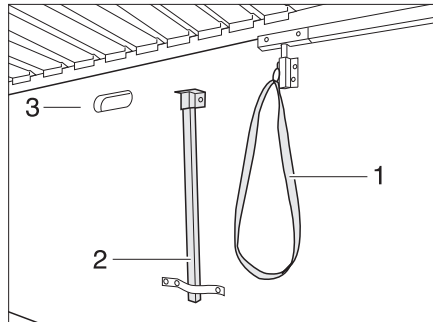

Bild 141 Stütze und Entriegelung
- Stauraumklappe öffnen und Stützfuß (Bild 141,2) unter dem Bett aufklappen.
- An Schlaufe (Bild 141,1) ziehen und Bett (Bild 141,3) nach unten kippen.